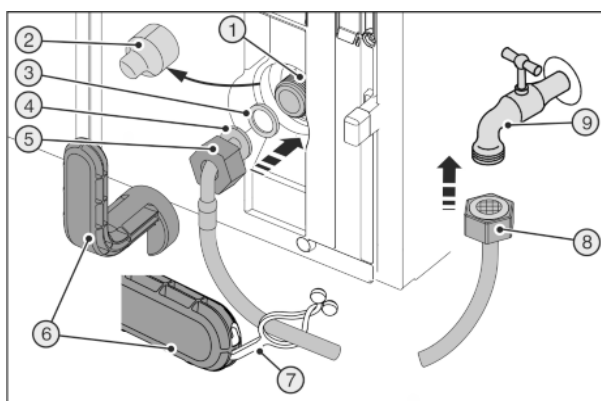
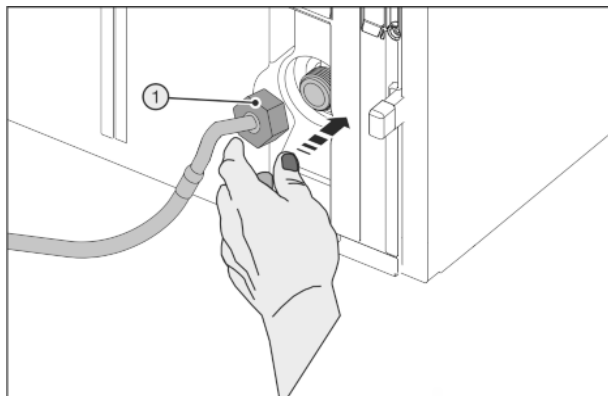

Fig. 28
Fig. 29
Rozbite urządzenie pomocnicze Fig. 28 (6)!
- ▶ Narzędzie pomocnicze Fig. 28 (6) stosować wyłącznie w temperaturze pokojowej.
- ▶ Zdjąć osłonę Fig. 28 (2).
- ▶ Ułatwiony montaż: Prostą końcówkę węża Fig. 28 (8) ułożyć na podłożu, po lewej stronie.
- ▶ Nasunąć nakrętkę Fig. 28 (5) na zagiętą końcówkę węża Fig. 28 (4) do końca i przytrzymać.
- ▶ Nawilżyć uszczelkę Fig. 28 (3) i docisnąć do nakrętki Fig. 28 (5).
- ▶ Uszczelka Fig. 28 (3) jest ułożona płasko i jest lekko przytrzymywana.
► Ostrożnie umieścić nakrętkę Fig. 29 (1) i przykręcić prosto dwoma palcami na gwincie, aż do uzyskania pewnego mocowania.
► Nakrętkę Fig. 29 (1) dokręcić przy użyciu narzędzia pomocniczego Fig. 28 (6) w kierunku zgodnym z ruchem wskazówek zegara do momentu osiągnięcia maksymalnego momentu obrotowego i przekręcenia narzędzia pomocniczego Fig. 28 (6).
► Przykręcić nakrętkę Fig. 28 (8) do zaworu odcinającego Fig. 28 (9).
► Nakrętkę Fig. 28 (8) dokręcić przy użyciu narzędzia pomocniczego Fig. 28 (6) w kierunku zgodnym z ruchem wskazówek zegara do momentu osiągnięcia maksymalnego momentu obrotowego i przekręcenia narzędzia pomocniczego Fig. 28 (6).
► Otworzyć zawór odcinający Fig. 28 (9) zasilania wodą i sprawdzić szczelność całego systemu wodnego.
► Nakładkę Fig. 28 (7) zaczepić w narzędziu pomocniczym Fig. 28 (6) i przymocować do węża z pancerzem ze stali nierdzewnej w celu przechowania.